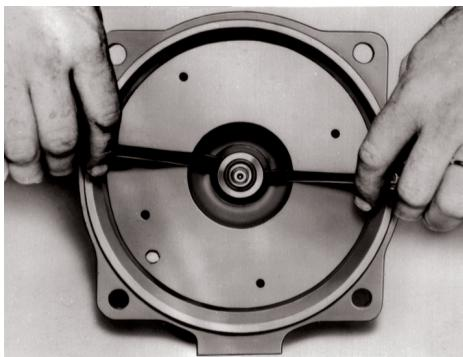

Figure 2
1. Enlever la vis (10) de la patte de pompe.
2. Déposer les vis (12) du corps de pompe (2).
4. Enlever la bague d'étanchéité (3) du diffuseur ainsi que la membrane (4).
5. Ôter les vis de fixation (5) du diffuseur à l'adaptateur (11).
8. Dévisser (SENS ANTIHORAIRE) et enlever la roue (7).
9. Employer deux tournevis en guise de leviers et extraire l'élément mobile de la garniture mécanique (8), puis le jeter (v. fig. 2).
10. Enlever les vis (12) de l'adaptateur et déposer celui-ci.